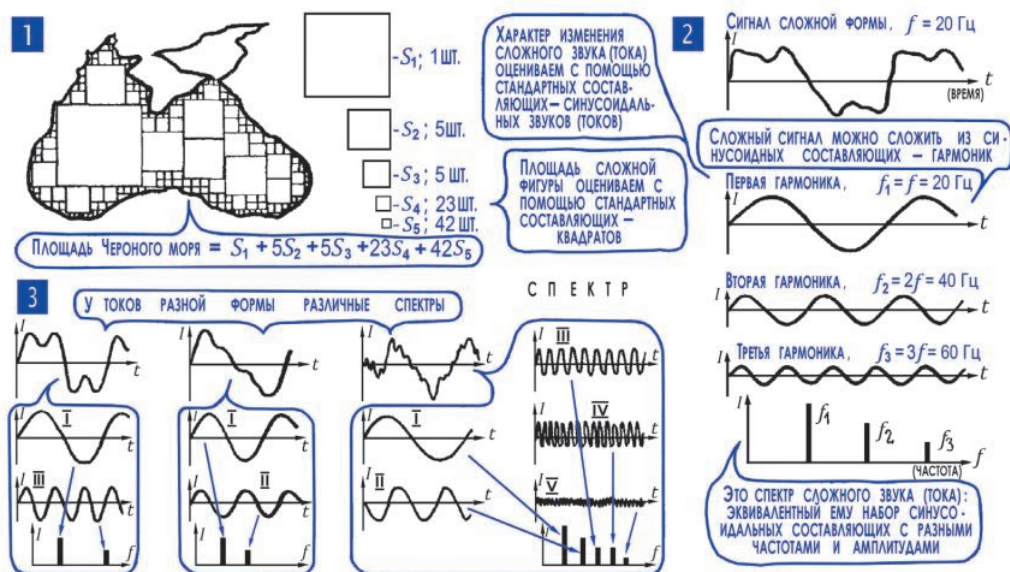

Рис. 7.3. К понятию спектра сигналов различной формы
**13. Спектр сигнала – эквивалентный ему набор синусоидальных составляющих.** Для начала попробуем решить подобную задачу из другой области. Предположим, что нам нужно, пользуясь картой, измерить площадь Черного моря (рис. 7.3; 1). Проще всего, наверное, это можно сделать так: заполнить очертания моря квадратами, подсчитать площадь каждого из них, а затем все полученные результаты сложить. На карте разместятся два-три больших квадрата, несколько квадратов поменьше и, наконец, множество мелких и мельчайших квадратиков, которые точно воспроизведут сложные очертания морских берегов. С помощью набора стандартных составляющих – квадратов – можно измерить площадь любой геометрической фигуры, имеющей сложные очертания.
дартных синусоидальных звуков, которые, сложившись, воспроизведут сложный звук во всей его сложности и неповторимости (рис. 7.3; 3).
Кстати, Фурье установил, что если сложный звук периодически повторяется, то его спектр состоит из синусоидальных составляющих с кратными частотами. Музыканты называют эти составляющие обертонами, радисты – гармониками, имея в виду второе имя синусоиды – «гармоническая зависимость». Так, например, если частота сложного звука  $f = 30$  Гц, то в спектр войдут составляющие с частотами  $f = 30$  Гц (первая гармоника),  $2f = 60$  Гц (вторая гармоника),  $3f = 90$  Гц (третья гармоника),  $4f = 120$  Гц (четвертая гармоника) и т. д. Амплитуды гармоник могут быть самые разные, это-то как раз и зависит от формы кривой сложного звука (рис. 7.3; 3).